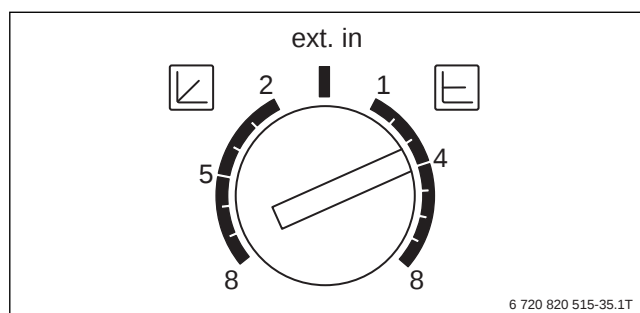

Bild 28 Einstellmöglichkeiten Pumpe PC0
- Die Pumpe PC0 der Pumpengruppe des Gas-Brennwertgeräts muss auf Δp = konstant eingestellt werden. Die Einstellung erfolgt direkt an der Pumpe PC0 (→ Bild 28). Der Förderdruck der Pumpe PC0 ist entsprechend dem Druckverlust des Wärmetauschers des Gas-Brennwertgeräts zu wählen.